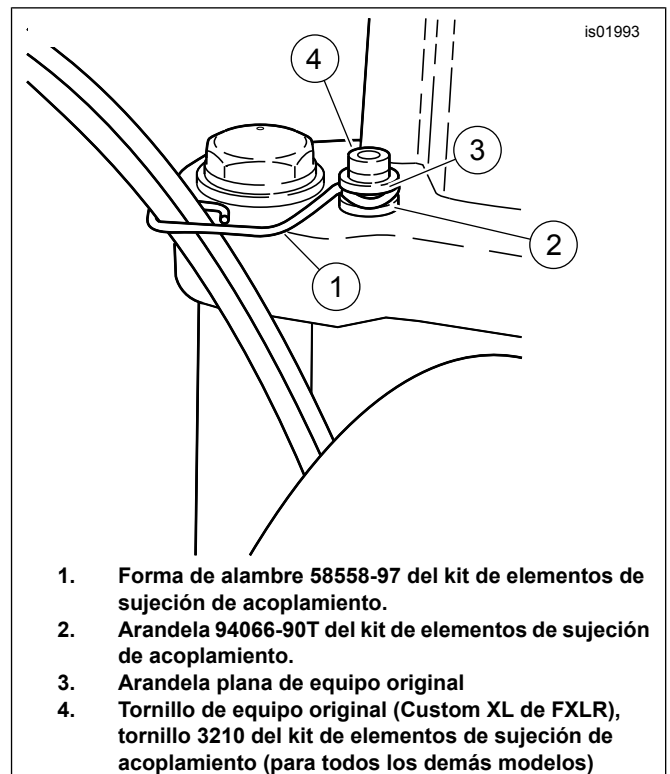

Figura 4. Conexión de los cables del acelerador (manillares tirados hacia atrás estilo Buckhorn)
Para los manillares estilo Buckhorn, vea la Figura 4. Use la forma de alambre (1), del kit de elementos de sujeción de acoplamiento, para asegurar los cables del acelerador a la abrazadera triple superior de la horquilla, como se muestra.
- En los modelos Custom XL o FXLR, use el tornillo con cabeza de casquillo (4) y la arandela (3) originales sobre la forma de alambre y la arandela (2) del kit debajo de ella.
- En todos los demás modelos use el tornillo con cabeza de casquillo (4) del kit y la arandela original (3) sobre la forma de alambre y la arandela (2) del kit, por debajo.